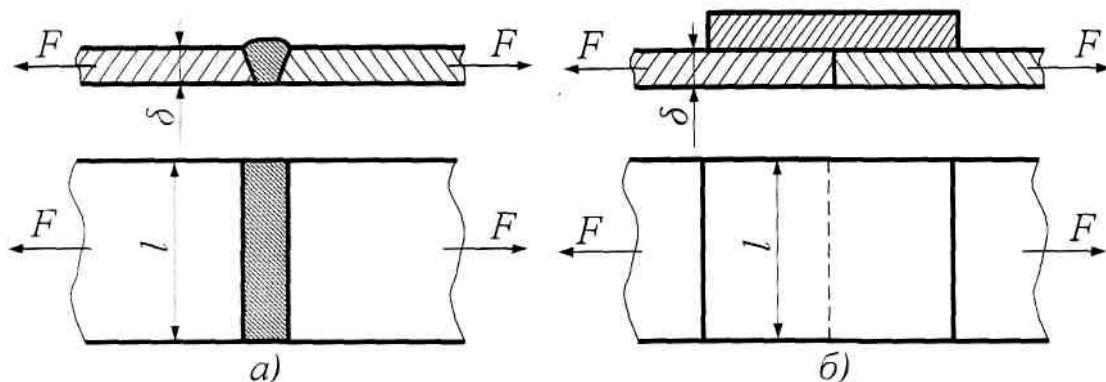

Рисунок 1
Две полосы из стали Ст.3 соединеныстыковым швом и нагружены силой F (рисунок 1). Определить допускаемую силу $[F]$, воспринимаемую швами, выполненными по следующим вариантам:
- а) сварка ручная дуговая электродом Э42А (рисунок 1, а);
- б) контактная точечная сварка с накладкой (рисунок 1, б).